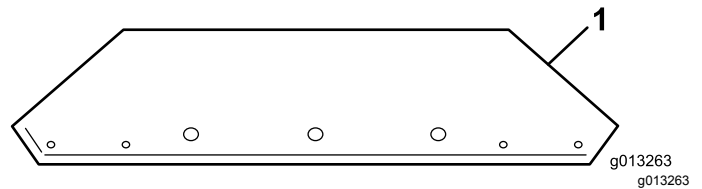
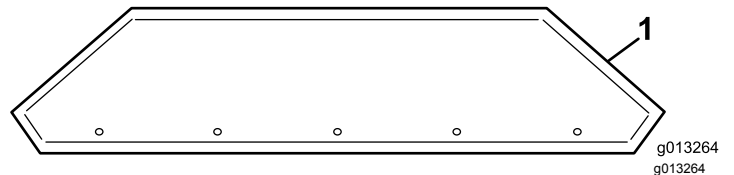

Bild 10
Bild 11
- Nehmen Sie die Fangboxverlängerungen aus der Kiste und identifizieren Sie vorne und hinten (**Bild 10** und **Bild 11**).